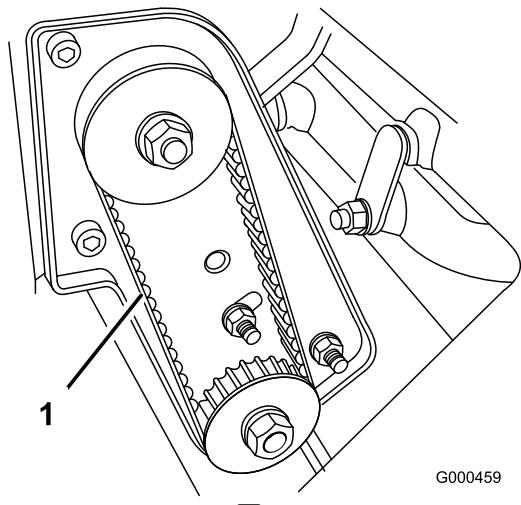

図 42
2. プーリ間の中央でベルト（図 42）を指で押して点検する。押す力は 1.8 ± 0.5 kg程度。 $4.8\sim7.9$ mm程度のたわみが出るのが適正である。たわみの量が適正でない場合は以下の手順へ進む。